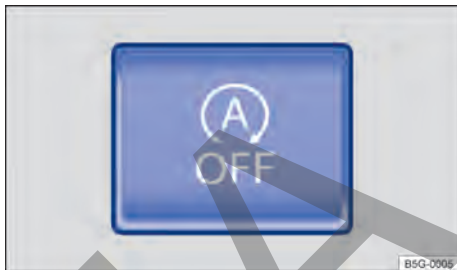

Fig. 92 En la parte inferior de la consola central: tecla del sistema Start-Stop.
- Presione el botón  en la consola central para desactivar el sistema manualmente. Con el sistema Start-Stop desactivado, se enciende la luz de control en la tecla → fig. 92.
- Presione el botón  en la consola central nuevamente para activar el sistema manualmente → fig. 92.